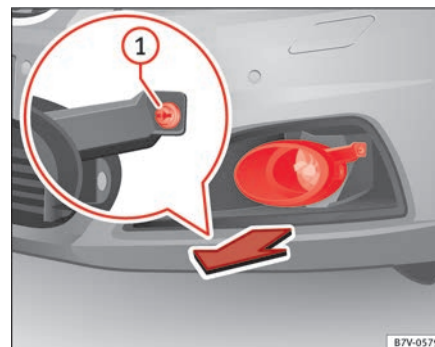

Fig. 207 Na parte direita do pára-choques dianteiro: desmontagem dos faróis.
2. Puxar a cobertura para a frente, no sentido da seta ⇒ Fig. 207.
3. Desenroscar o parafuso de fixação ⇒ Fig. 207 ① com a chave de fendas das ferramentas de bordo ⇒ Página 334.
11. Apertar o parafuso de fixação ⇒ Fig. 207 ① com a chave de fendas.
12. Colocar a cobertura no pára-choques ⇒ Fig. 207.